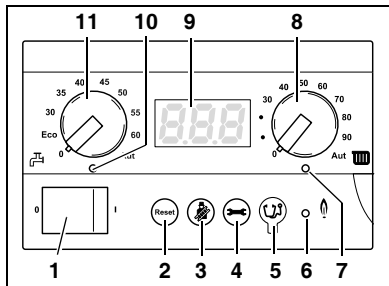

Fig. 8 Basiscontroller BC10
Med drejeknappen for nominel værdi for varmt vand (fig. 8, **pos. 11**) fastsættes den ønskede temperatur for det varme brugsvand.
LED "Varmtvandsproduktion" (fig 8, **pos. 10**) lyser, når der er aktiveret varmebehov for varmt vand fra reguleringen, og slukkes, når der ikke længere er behov for varme.